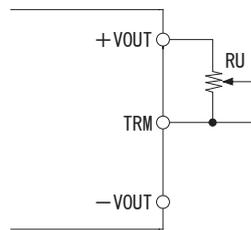

図3.3 出力電圧を高く設定する場合
(3) 出力電圧を高く設定する場合
■図3.3のように接続することで、出力電圧を高く設定することができます。外付け抵抗RUは、次の式によって計算できます。